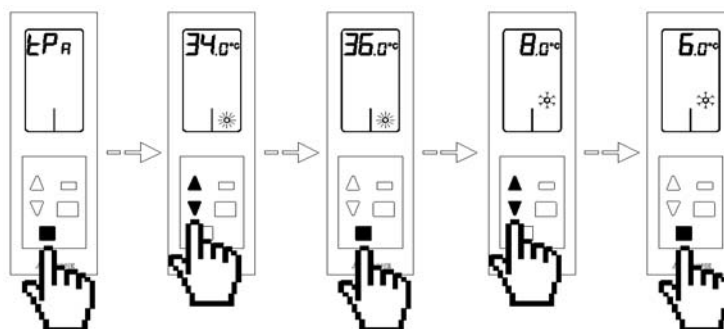

Fig. 100
- Temperatura de corte no modo de calor e de frio tPA:** Esta opção permite definir as temperaturas de corte do sistema para proteção do equipamento de ar. Por defeito, o sistema tem como temperatura de corte em calor 34° e como temperatura de corte em frio 8° . Se deseja alterar estes valores toque no botão de confirmação ☐, o valor do menu ficará a piscar, indicando que está dentro do menu. Se deseja sair do menu, toque no botão sair ☐ para voltar ao menu anterior. Primeiro deve modificar a temperatura de corte para calor. O sistema permite modificar a temperatura entre os valores 32° , 34° e 36° . Selecione a opção desejada com as setas Δ / ∇ e toque no botão de confirmação ☐. Uma vez confirmado, deve modificar a temperatura de corte para frio. O sistema permite modificar a temperatura entre os valores 6° , 8° e 10° . Selecione a opção desejada com as setas Δ / ∇ e toque no botão de confirmação ☐ (Fig. 100)